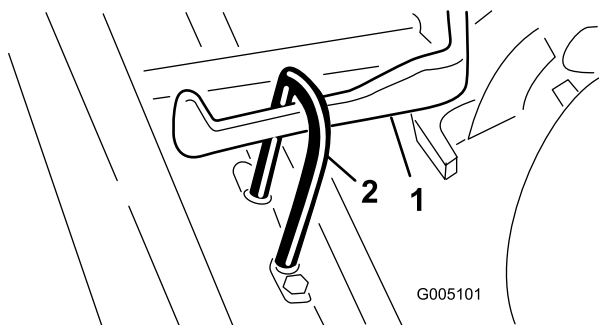

Figure 10
3. Poussez le plateau de coupe sous le bâti de traction en accrochant le galet de relevage au bras de relevage (Figure 10).